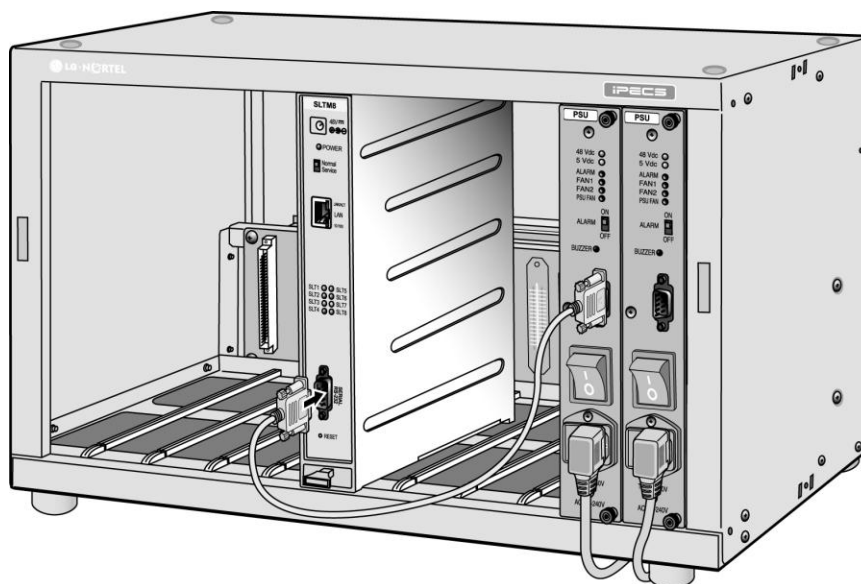

Рис. 4.4-3 Установка кабеля контроля PSU
- Для активации контроля за работой источника питания и вентиляторов системного блока подключите последовательный кабель из комплекта поставки к разъему DB9 источника питания и к модулю, выбранному в программе администрирования PGM 197. См. Рис. 4.4-3. При установке резервного источника питания последовательный кабель должен подключаться только к нему. При использовании модуля WTIM в качестве контрольного модуля его DIP-переключатель #3 необходимо установить в положение ВЫКЛ. (OFF), соответствующее режиму подключения к последовательному интерфейсу основного процессора платы WTIM.